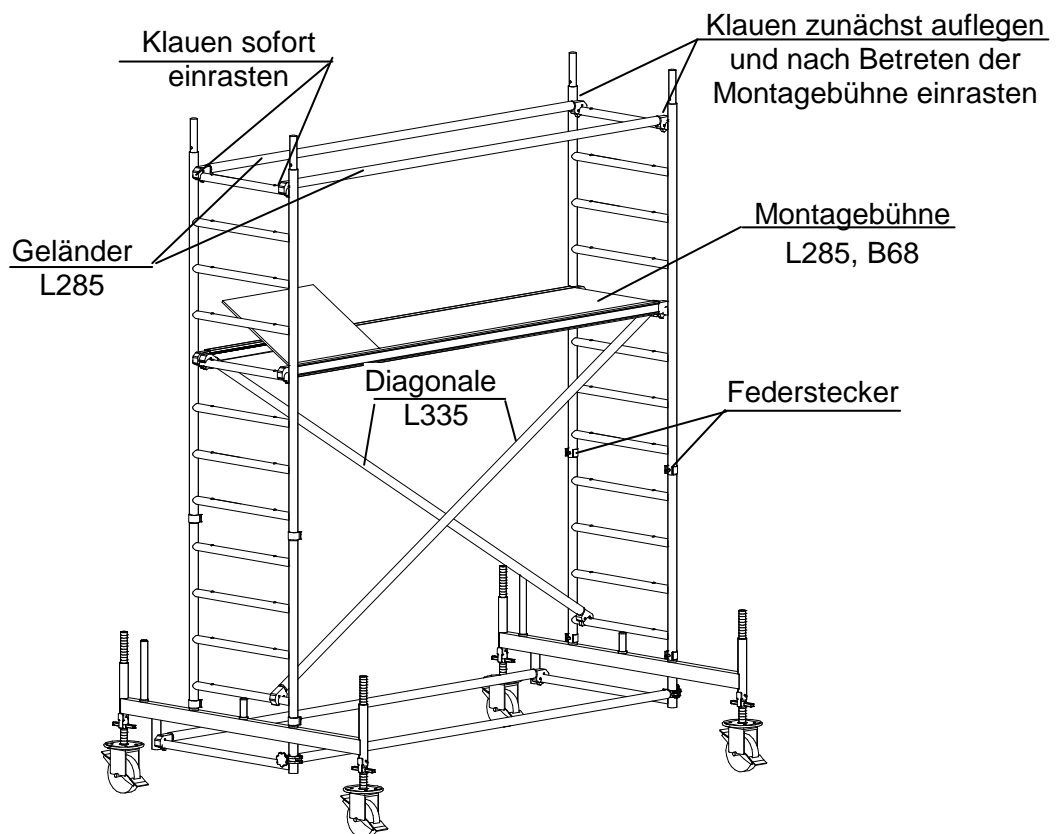
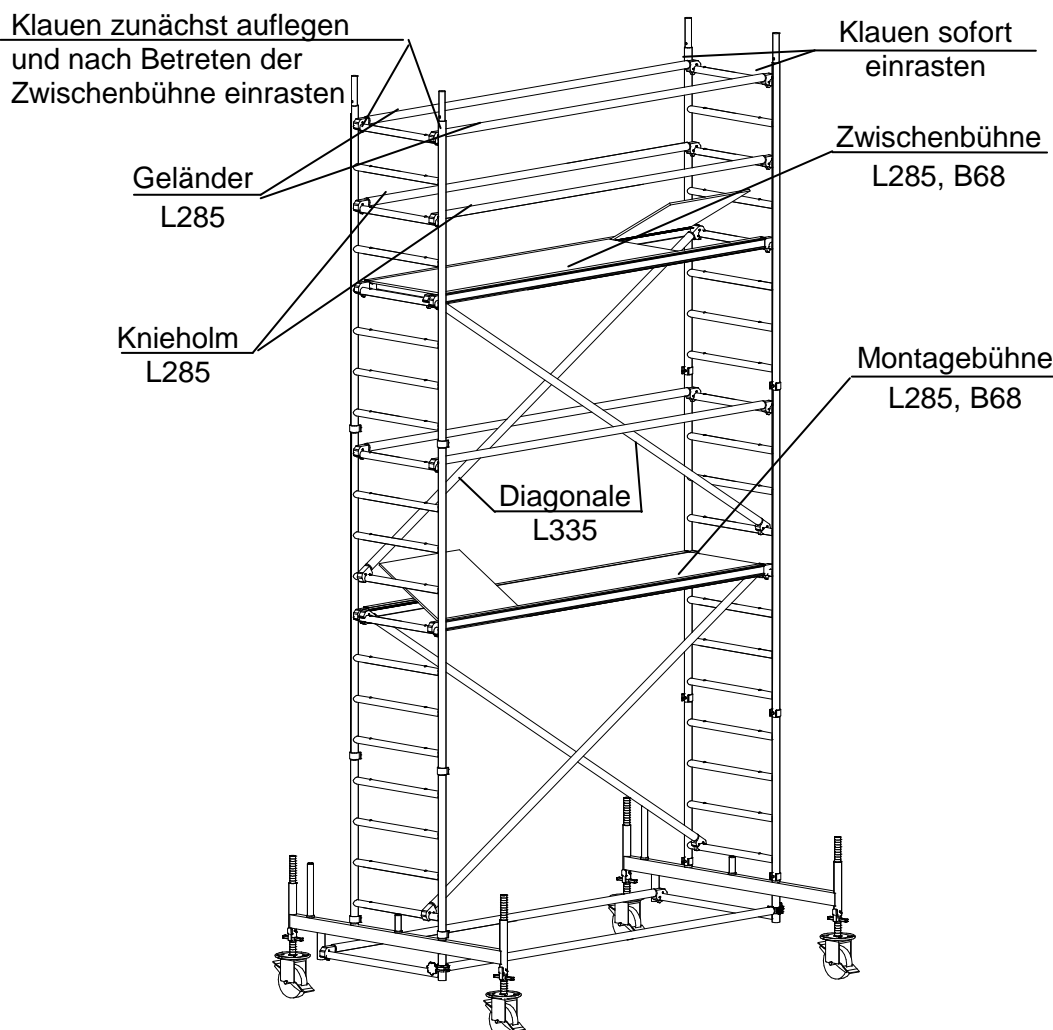

Bild 9: Seitenschutz der Montagebühne
Bild 10: Zwischenbühne Standhöhe 4.60 m
- ➔ Die Montagebühne betreten und die abliegenden Klauen einrasten. (siehe hierzu Bild 9).
- Zum Seitenschutz der Zwischenbühne (Bild 10) siehe Beschreibung zu Bild 9. Zusätzlich sind beidseitig Geländer L285 als Knieholme 0.50 m über dem Belag einzubauen.
- Der Seitenschutz ist wie zu Bild 9 und 10 beschrieben einzubauen.